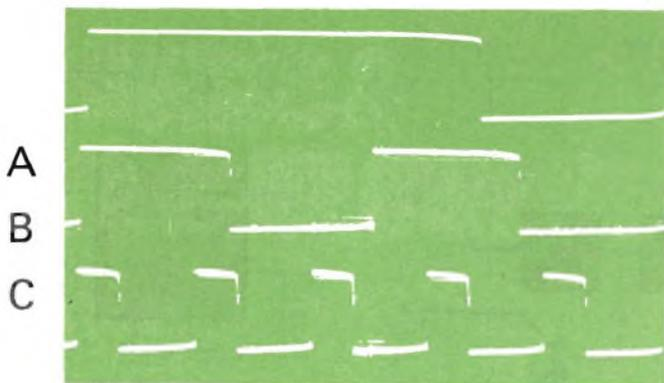

Fig. 4. Forme d'onda in corrispondenza di diversi valori di R2 nella fig. 3 E. La frequenza in A) è di 10 kHz, in B) di 20 kHz e in C) di 50 kHz.
Esistono diversi modi per generare un'onda quadra; servendosi del circuito disegnato nella fig. 3 E, è possibile ottenere un'ampia gamma di valori di frequenza e di rapporto alto/basso utilizzando un solo condensatore. Si può constatare ciò osservando le tracce osciloscopiche composite illustrate nella fig. 4. Il circuito utilizzato monta un resistore ( $R_1$ ) da 2.200  $\Omega$ , un resistore ( $R_2$ ) da 10.000  $\Omega$  ed un condensatore (C) da 0,01  $\mu F$ . Le tre tracce corrispondono a tre posizioni di  $R_2$ . Il campo di frequenza va da 5 a 80 kHz. Impiegando potenziometri al posto di  $R_1$  e di  $R_2$ , è possibile regolare esattamente sia il valore della frequenza sia quello del rapporto alto/basso ai livelli de-